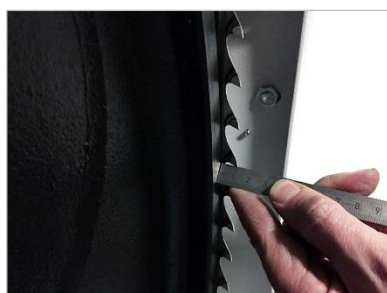

Abbildung 56: Zahnüberstand messen
- Das Bandsägeblatt sollte jetzt so auf den Rädern positioniert sein, dass sich die Zahnspitzen auf der gesamten Sägeblattlänge (wie in ⇒ Abbildung 56 gezeigt) ca. 8 - 10 mm vor der Radvorderkante befinden.